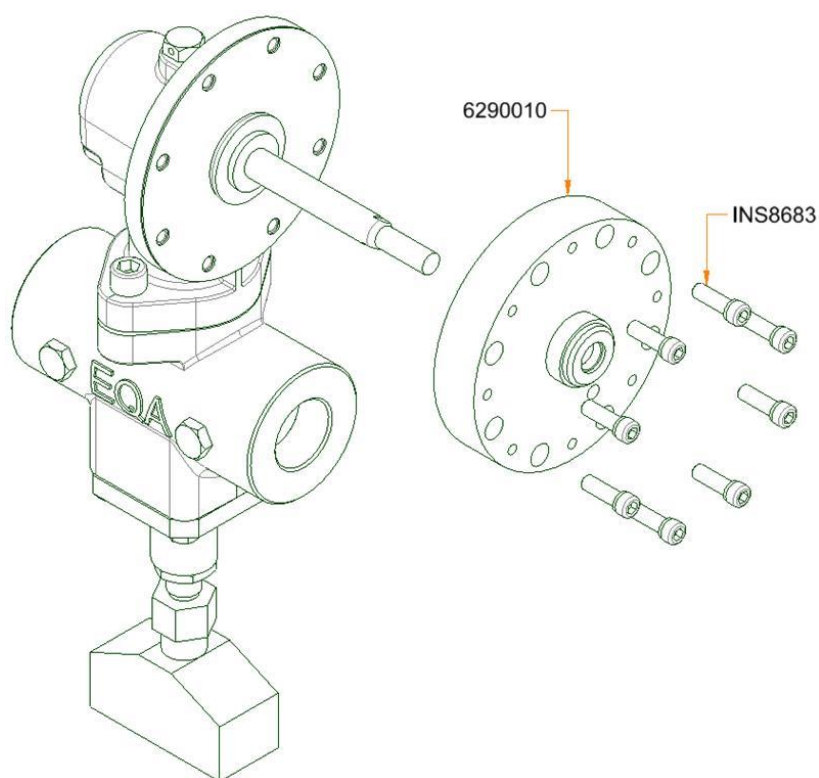

Fig. 12
Siempre deberán ser solicitados de acuerdo con el número de parte indicado en el despiece general (fig. 12 pág. 14) y mencionando los datos de chapa del regulador. (fig. 1)
- El ajuste del eje al re-ensamblar el conjunto diafragma (ver fig. 12) se hace con apriete manual bien ajustado (6 a 10 N/m).